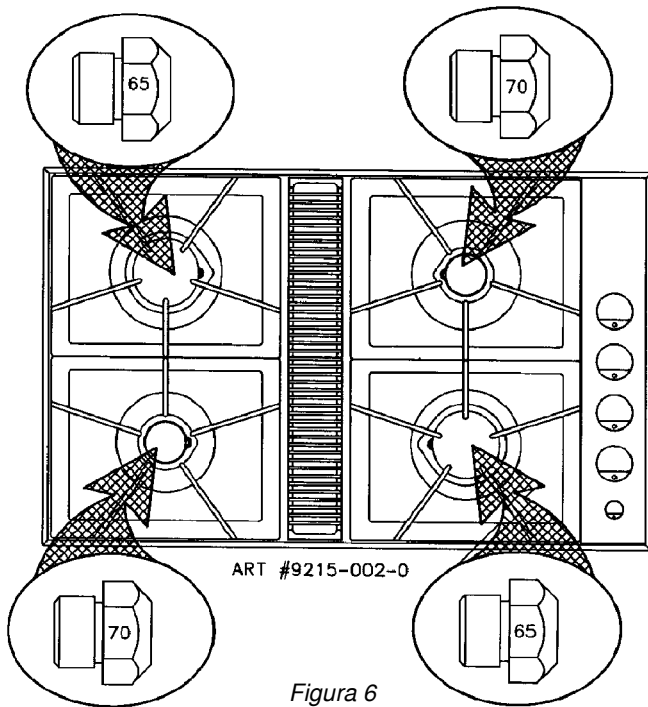

Figura 6
- Paso 5: Localice el paquete del puntal del orificio LP adherido por debajo de la caja del quemador. Los puntales tienen números pequeños estampados en un lado. Este número codifica el diámetro del orificio y la ubicación correcta del quemador. Consulte la figura 6 en la siguiente página para encontrar la ubicación correcta del puntal del orificio LP en los modelos de 4 y 5 quemadores respectivamente.